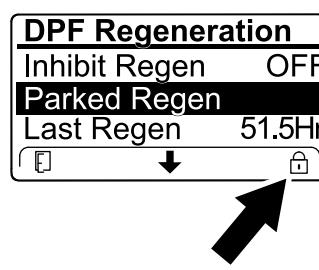

Рисунок 54
- Если компьютер двигателя запрашивает или выполняет восстановительную регенерацию, а вы перейдете вниз к опции PARKED REGEN (Стационарная РЕГЕНЕРАЦИЯ), стационарная регенерация будет заблокирована и в нижнем правом углу дисплея инфо-центра появится значок «Замок» (Рисунок 54).